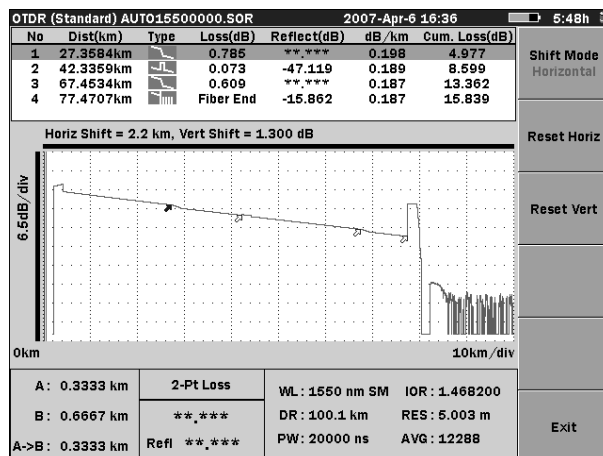

Figura 4-18: Modo Desplazamiento [Shift]
4. Gire la rueda para desplazar la traza por el eje elegido. Los valores de desplazamiento se indican sobre el gráfico de la traza. Consulte la Figura 4-18.